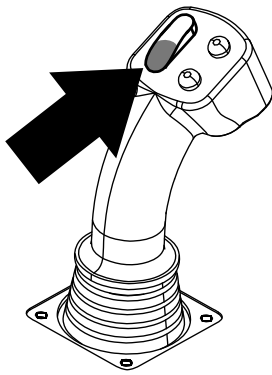

Figura 15
7. Pressione a parte inferior do seletor basculante (Figura 15) até que os braços sejam rotacionados com a haste de volta à posição inicial, de modo que as garras se abram quando a haste acessar a abertura da montagem do came (Figura 16).